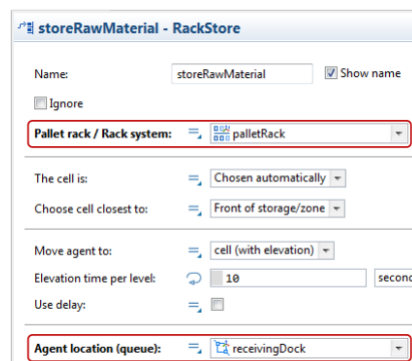

Рисунок 10.16 – Список стелажної системи
- у списку *pallet rack / Rack System* натисніть *palletRack*. в; у списку розташування (черги) агента клацніть *receiveDock*, щоб вказати місце, де агенти очікують на збереження (рис. 10.16).